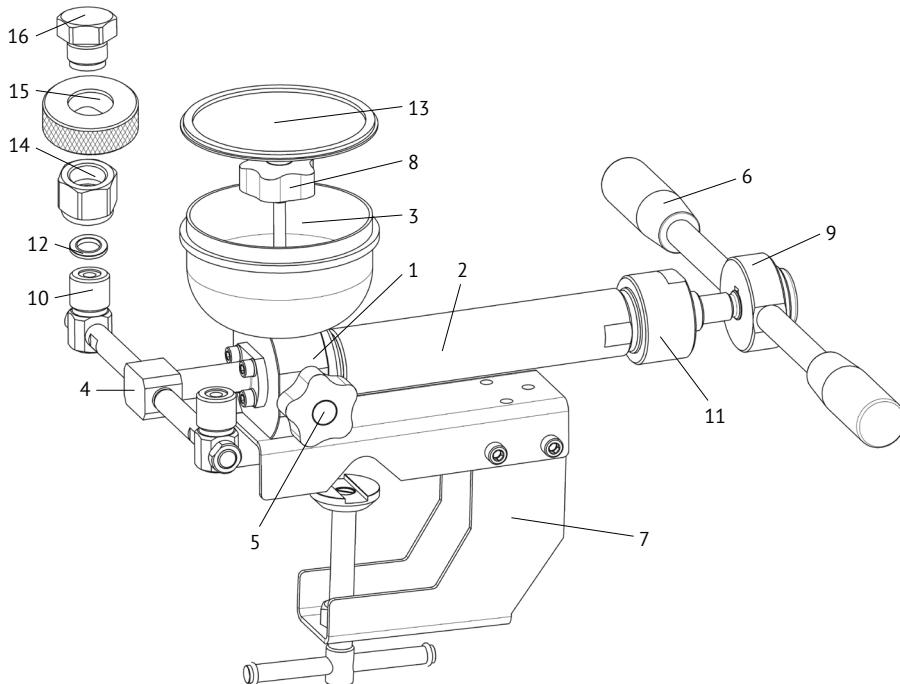

Рис. 1. Внешний вид прибора:
4.1 Пресс гидропневматический малогабаритный ПГМ состоит из бронзового корпуса 1 (Рис. 1), с присоединенным рабочим цилин-
6.3 Надежно закрепите ПГМ на столешнице или трубе посредством струбцины 7 (Рис. 1).
6.5 Установите резинометаллические уплотнения 12 (Рис. 1) на стойки 10 и накрутите требуемого размера гайки присоединительные 14 (левая резьба) из комплекта ЗИП. Проверьте состояние вентиля рам-
6.6 Залейте 100 — 150 мл рабочей жидкости в стакан. Откройте *вентиль сброса давления* 8, отвернув иглу на 2-3 оборота до момента пока рабочая жидкость не появится в отверстиях стоек для поверяемых СИ. После этого вращением по часовой стрелке закройте *вентиль рампы* 5 (Рис. 1) до упора, не прилагая больших усилий.
7.2 Проконтролируйте состояние и точность установки резинометаллических уплотнений 12 (Рис. 1), состояние торцевых поверхностей штуцеров присоединяемых СИ .
7.4 Откройте вентиль *рампы 5* (Рис. 1), отвернув иглу на 0,5–1 оборота.
8.2 Ежедневное техническое обслуживание: произведите внешний осмотр, очистите от загрязнений и пыли — сухой, чистой ветошью. Проверьте наличие смазки на поверхности ходового винта пресса 11 (Рис. 1). При её отсутствие или недостаточном количестве произвести смазывание поверхности винта консистентной смазкой ЛИТОЛ — 24 ГОСТ 21150-87.